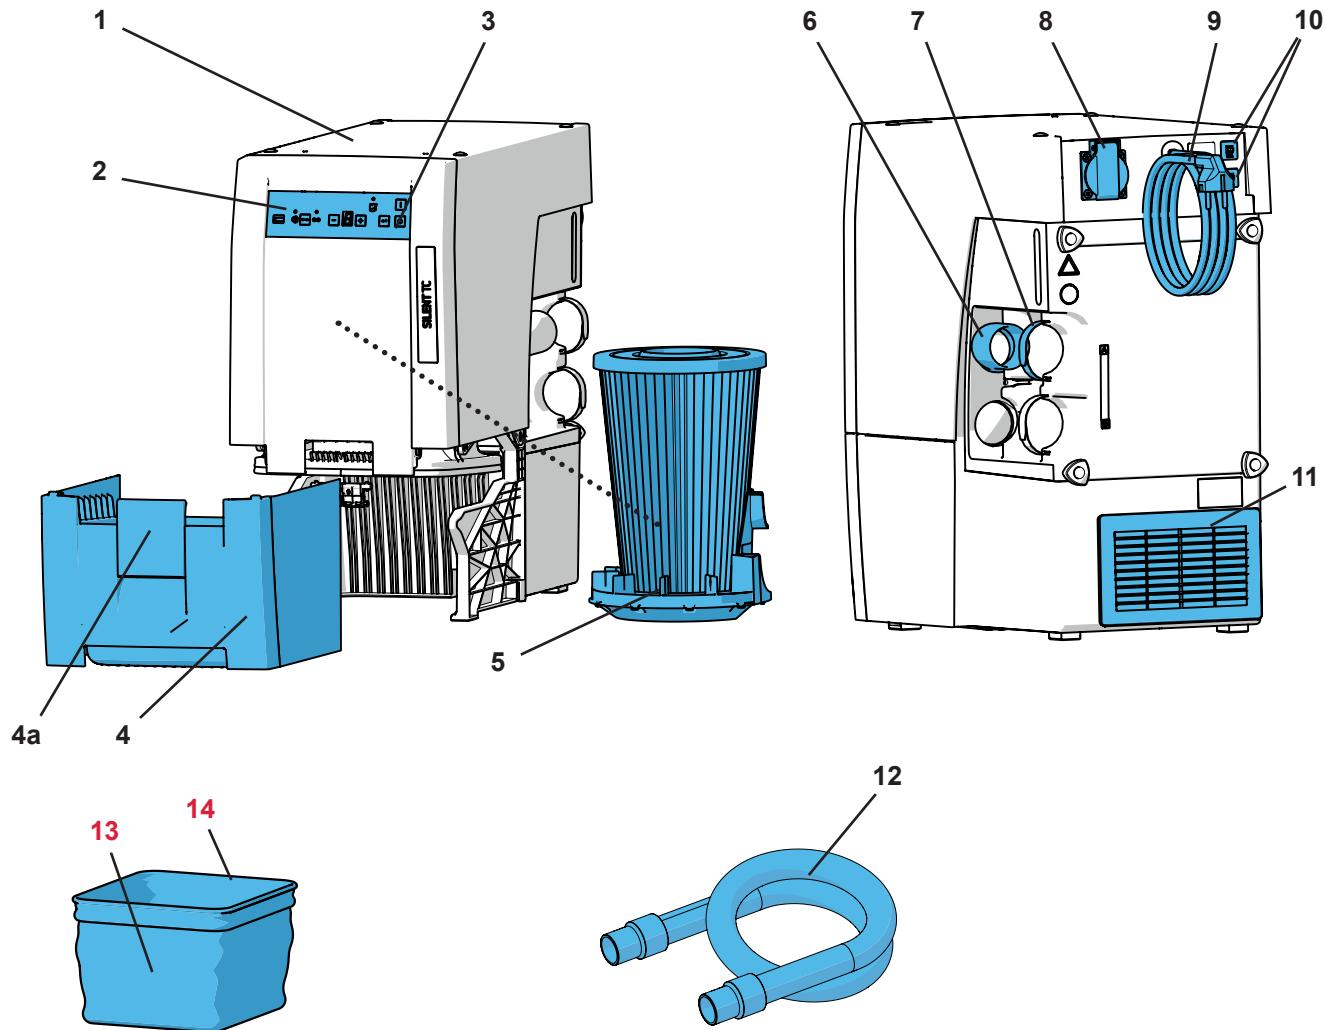

Abb. 1
- der Abluftaustritt (11, Abb. 1) nicht behindert wird.
- Externe Abluftführung (A) (siehe Kap. 4.6).
- Öffnung in Schrankrückwand (B), min. 250 x 120 mm, direkt gegenüber dem Abluftaustritt (11, Abb. 1).
- Rückwand des Schranks entfernen (C), Abstand der Schrankrückseite zur Wand min. 50 mm.
- ⇒ Netzkabel (9, Abb. 1) entrollen und Netzstecker in Steckdose der Gebäudeinstallation einstecken.
Absaugung läuft abhängig von einem an der Gerätesteckdose (8, Abb. 1) angeschlossenen Elektrogerät.